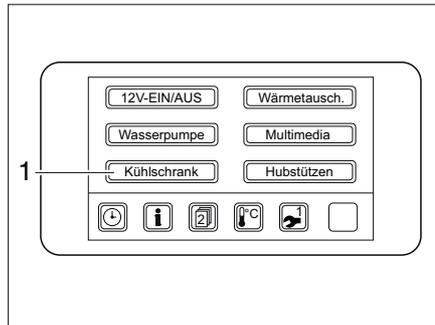

Bild 136 Menü Verbraucher
- Schaltfläche Kühlschrank (Bild 136,1) berühren. Kühlschrank ist aktiviert. Schaltfläche leuchtet grün.
- Kühlschrank mit dem Schalter (Bild 136,1) einschalten. Die Kontroll-Leuchte (Bild 136,2) zeigt den Betrieb an.
- Kühlschrank mit dem Schalter (Bild 136,1) ausschalten. Die Kontroll-Leuchte (Bild 136,2) erlischt.
- Schaltfläche Kühlschrank (Bild 136,1) berühren. Kühlschrank ist deaktiviert. Schaltfläche leuchtet blau.